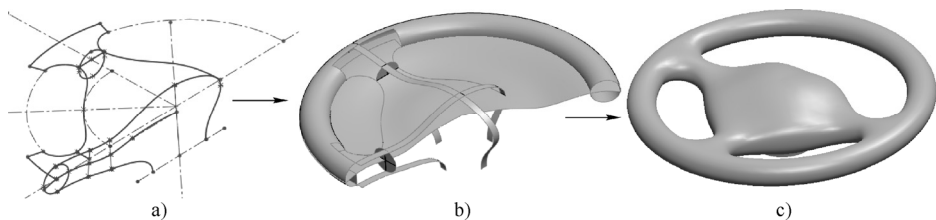

图 5-101 创建的方向盘模型
(2) 打开本书提供的素材文件“5.LX.2SC.sldprt”，使用本章所学的曲面和曲线方面的知识创建如图 5-101 所示的方向盘模型。